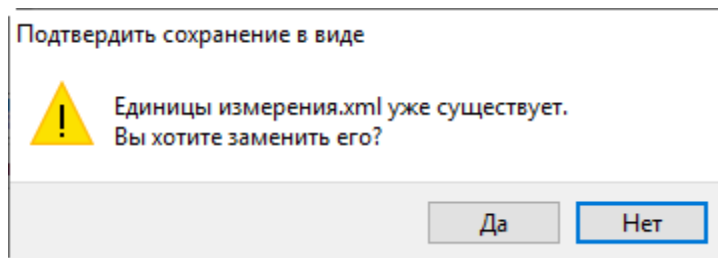

Рисунок 53 – Подтверждение о перезаписи файла
4) В случае, если файл с таким именем уже существует, выводится предупреждающее сообщение (рисунок 53). Нажать «Да» для перезаписи файла или «Нет», чтобы задать новое имя файла.